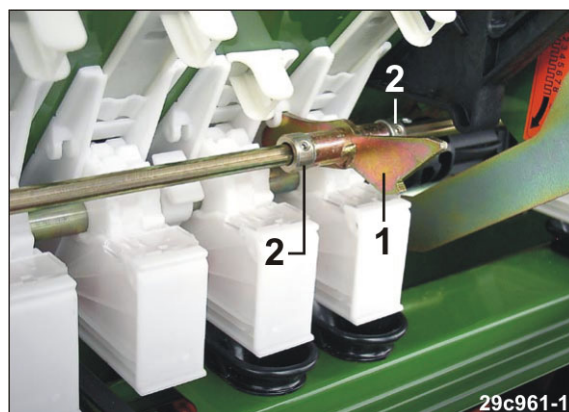

Fig. 129
- Para ello se encaja el soporte (Fig. 129/1), que asegura el árbol intermedio en sentido axial, en la escotadura de una carcasa de sembrado.
12. Asegurar el soporte axialmente con dos anillos de ajuste (Fig. 129/2).